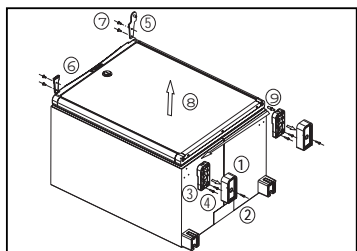

Figure 7.
9. Inverser le sens d'ouverture de la porte (Figure 7)
(Figure 7 à 8) (versions pose libre uniquement)